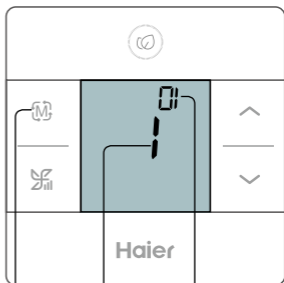

Рис. 10
В статусе OFF (Выключено) и при задействованной подсветке дисплея нажмите клавишу увеличения (поз. ① на рисунке 9) и удерживайте ее в течение 15 сек для входа в интерфейс дополнительных Функций (рисунок 10). При входе должен прозвучать 1 звуковой сигнал. Код функции отображается в правом верхнем углу (поз. ③), значение функции - в среднем поле дисплея температуры (поз. ④). Для перехода к функции 07 используйте клавишу режима (поз. ②). Для регулирования значения функции используйте клавиши увеличения (поз. ①) и уменьшения (поз. ⑤). Значения рабочих режимов находятся в диапазоне от 1 до 5 (рисунок 11). Подтвердите выбор и выйдите из интерфейса нажатием клавиши задания скорости вентилятора (поз. ⑥). В случае отсутствия нажатия на клавишу в течение 10 секунд или при нажатии на клавишу включения/выключения (поз. ⑦) система управления автоматически выйдет из режима программирования дополнительных функций.